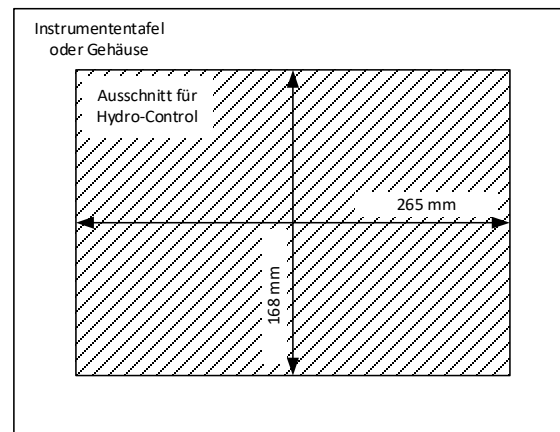

Abbildung 5: Ausschnitt im Bedienfeld für den Hydro-Control
- Schneiden Sie eine Öffnung mit der richtigen Größe in das Bedienfeld. Eine Schablone finden Sie in Abbildung 5.